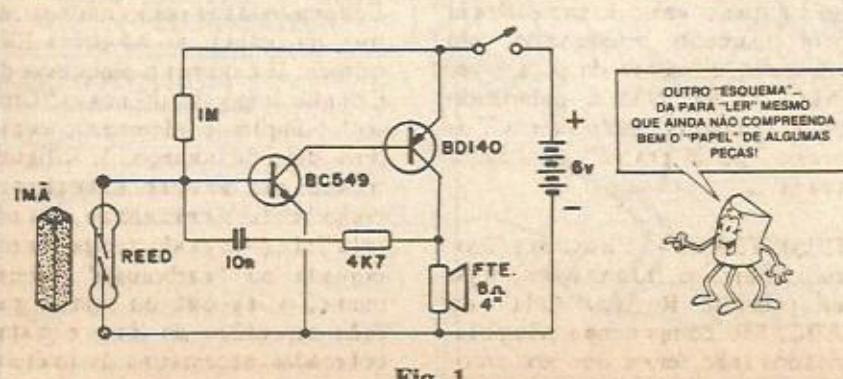

Fig. 1
**FIG. 1** - É o "velho" incio de qualquer montagem: o diagrama esquemático do circuito (ou simplesmente "esquema", para os fintos...). Muito fácil de seguir e "ler", uma vez que os componentes e ligações são em número reduzido, o circuito inclui, como peças "ativas", transistores (que serão objeto de "Aula" teórica logo, logo, no nosso "Curso", auxiliados por nossos já "mandados" companheiros, resistores e